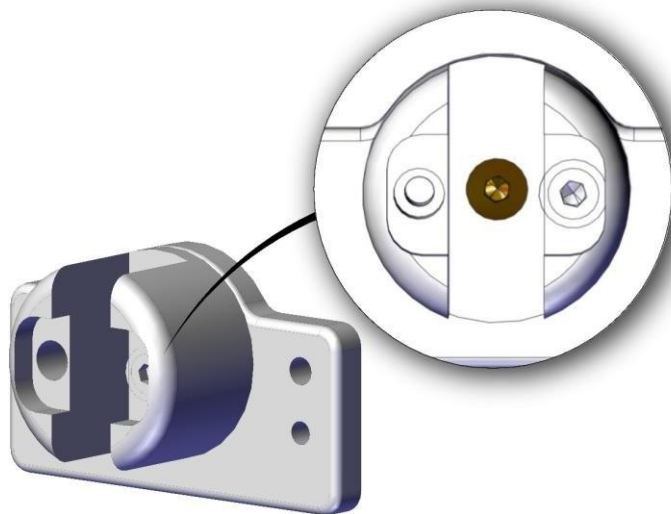

Abb. 8
- Lockern Sie die in der Abbildung 8 dargestellte Schraube.